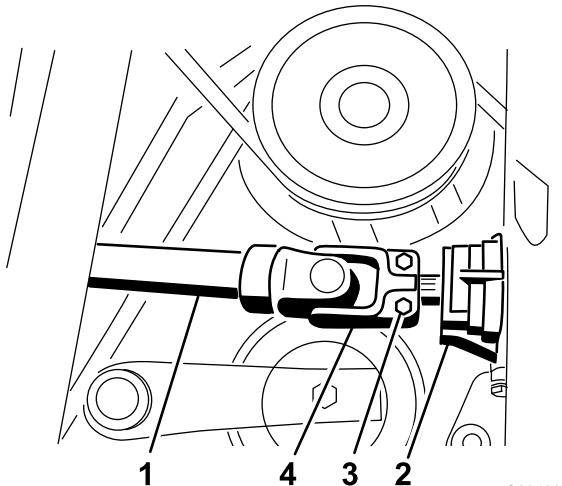

Рисунок 52
2. Извлеките цилиндрический штифт и вытяните ведущий вал из вала редуктора (Рисунок 52).